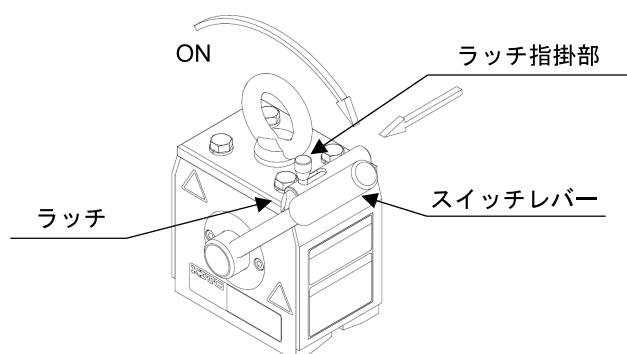

図10-1 KRD8、KRD16
⑤ スイッチレバーのON
⑤-1 KRD8、KRD16 図10-1